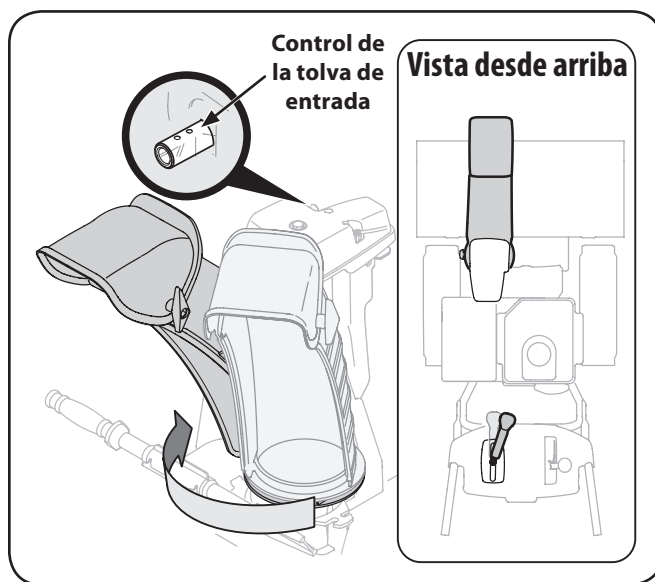

Figura 3-6
4. Apriete el disparador en la palanca de control y gire el canal manualmente para que mire hacia delante. Los orificios en el cabezal de control del canal estarán mirando hacia arriba. Consulte la Figura 3-6.